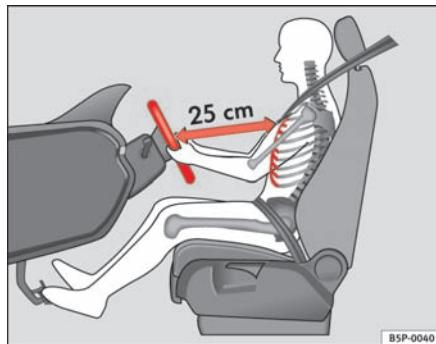

Fig. 93 Posición correcta del conductor
- Ajuste el volante hasta alcanzar la posición deseada \Rightarrow fig. 93.
- Ajuste el asiento del conductor o el volante de modo que quede una distancia mínima de 25 cm entre el volante y el tórax **⇒ página 135, fig. 93.** ¡Si no respeta la distancia mínima, el airbag no le protegerá adecuadamente y corre peligro de muerte!